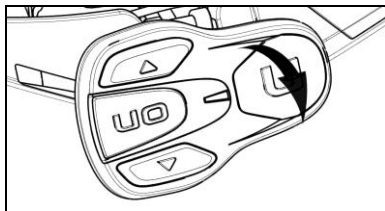

Fig. 27
- Sacar el teclado de la calota, según aparece en la Fig. 27.